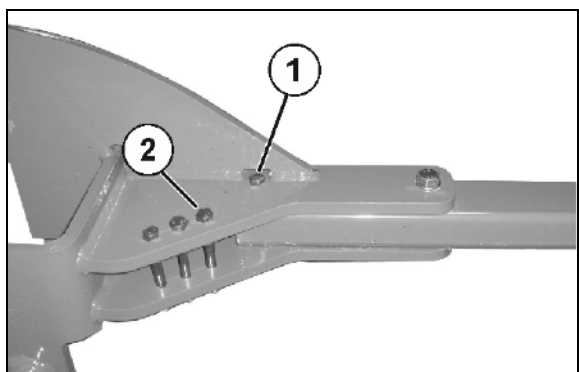

Bild 36
- o Säkringsskruv (Bild 36/1)
- o Reserv-säkringsskruv (Bild 36/2)